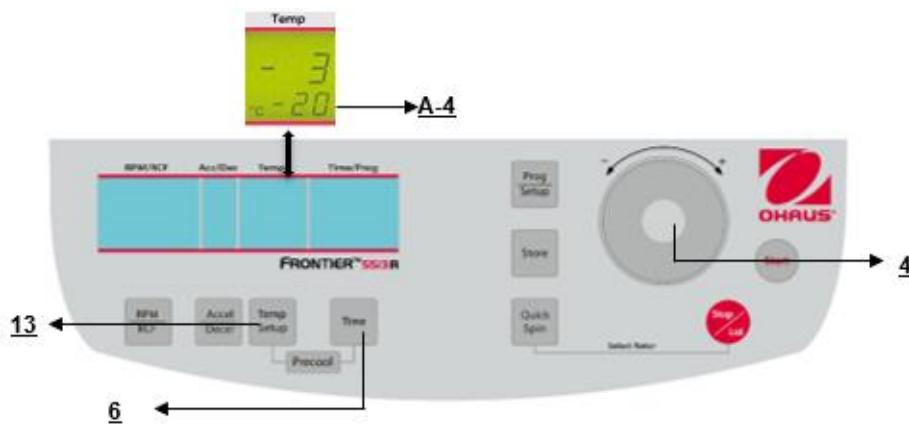

Figura. 16
Questa preselezione è attivata mediante il tasto "RPM/RCE" (5) (fare riferimento alla figura 16 qui di seguito). Premendo una volta il tasto, la parola "rpm" (M5) lampeggia. Premendo due volte il tasto, è possibile selezionare la preselezione delle forze centrifughe. Poi compare la parola "rcf" (M6) lampeggiante. È possibile impostare i valori desiderati mediante la quadrante di regolazione (4). Nel display (A-1), il valore regolato è visualizzato in permanenza, prima, durante e dopo il funzionamento.